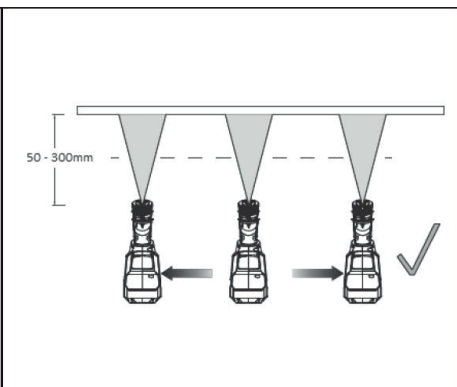
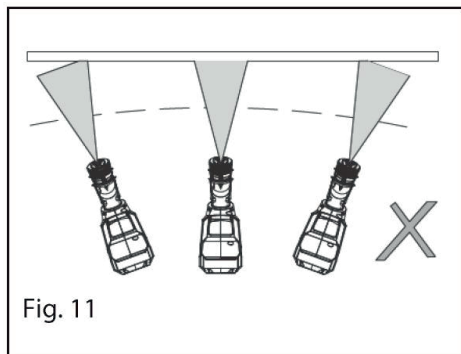

Fig. 10
Fig. 11
- Всегда распыляйте от минимум 50 мм до максимум 300 мм (рис. 10).
- Для равномерного распределения распыления всегда держите руку на одинаковом расстоянии (рис. 10) от распыляемой поверхности и избегайте перемещения запястья (рис. 11).